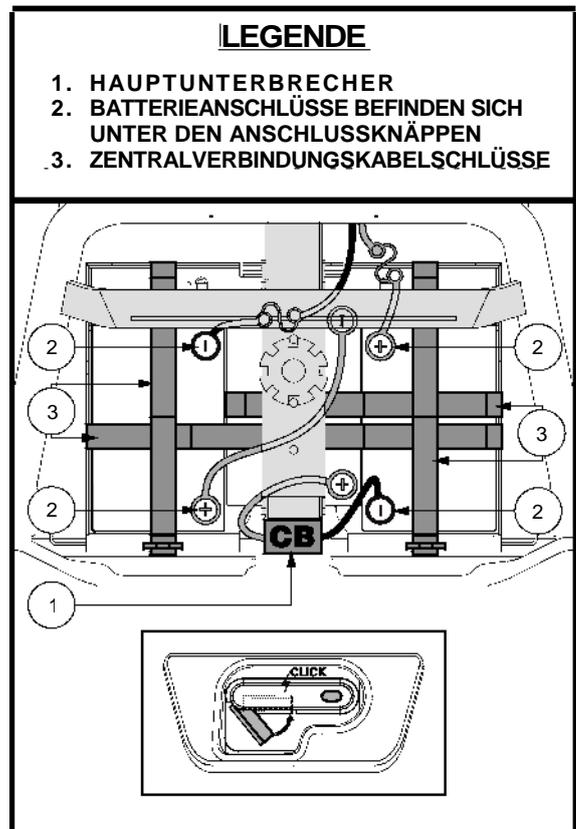

Abb. 12. Batterie Ausbau/Einbau Batteriepole und Stecker
6. Setzen Sie in jedes der Batteriefächer gemäß dem Batterieanschlussplan eine neue Batterie ein (siehe Abb. 12).